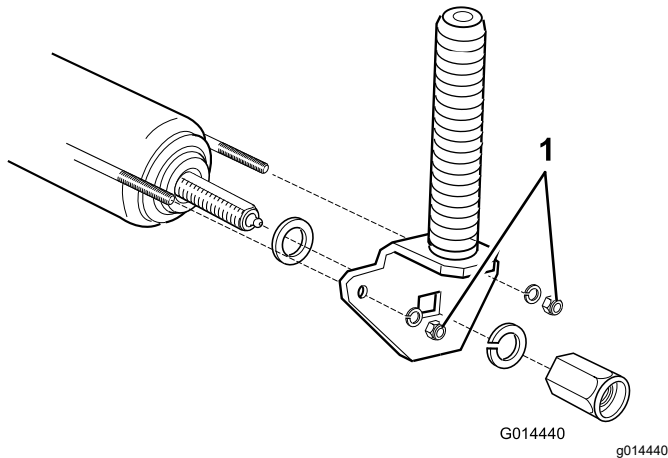

Figure 85
2. Serrez les écrous de 4 tours complets pour tendre correctement le fil (Figure 85).